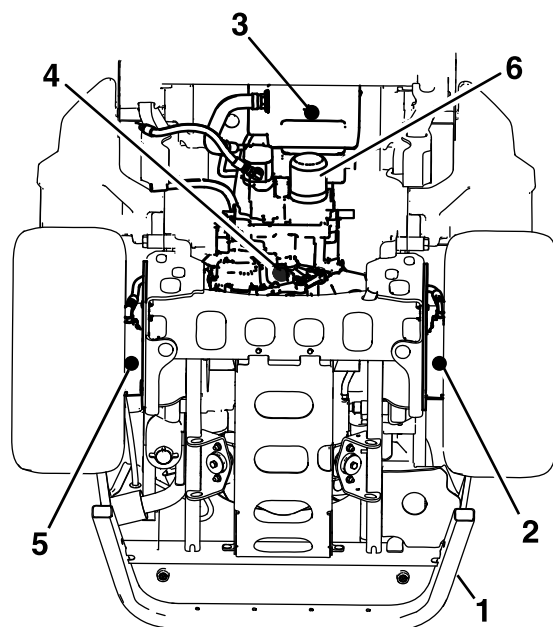

Figure 72
et les moteurs des roues gauche et droite (Figure 72).
5. Enlevez chaque bouchon de vidange et vidangez le liquide hydraulique (Figure 72).
6. Nettoyez la surface autour du filtre à huile hydraulique et retirez le filtre (Figure 72).